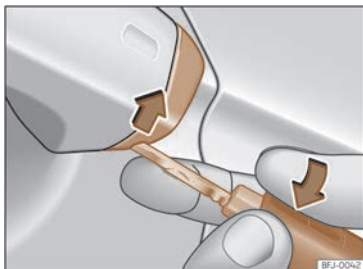

Fig. 50 Manecilla de la puerta del conductor: desprender la tapa haciendo palanca.
- Introduzca el espadín en la abertura inferior de la tapa de la manecilla de la puerta del conductor y eleve la tapa de abajo hacia arriba >>> **fig. 50**.